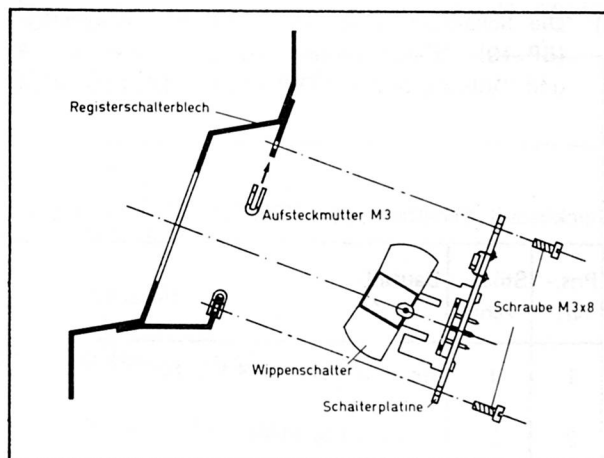

Abb. 37: Einbau der Wippenschalter im Registerschalterblech
| 17       | 652425      | 22        | Aufsteckmuttern M 3           | Abb. 37                                 | 8        |
Bevor das Registerschalterblech mit dem Zugriegelbrett verschraubt wird, müssen 7 Schaltergruppen nach Abb. 37 und der Transposer in das Blech eingebaut werden. Die folgende Beschreibung gilt für den Einbau von links nach rechts.
- a) Die 5-fach-Schaltergruppe Effekte (aus Baupaket 11) nach der Bauanleitung "Effekte" (BA 401) fertigstellen und nach Abb. 37 einbauen. (Befestigungsmaterial im Bausatz Effekte).
- b) Die 10-fach-Schaltergruppe "Piano" (aus Baupaket 12) nach der Bauanleitung "E-Piano" (BA 420) fertigstellen und nach Abb. 37 einbauen. (Befestigungsmaterial im Bausatz E-Piano).
42 aufbauen und nach Abb. 37 in das Registerschalterblech einbauen.